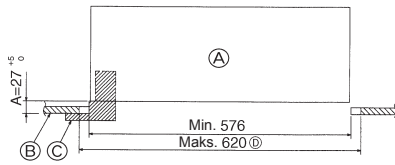

Fig. 5-2
5.2. Izgarayı takma hazırlığı (Fig. 5-2)